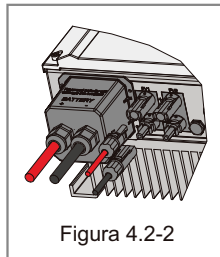

Figura 4.2-2
- **Conexões da entrada FV:** confirme as conexões entre o ES e os painéis FV e verifique se as polaridades (+/-) não estão invertidas. Consulte a figura 4.2-2.